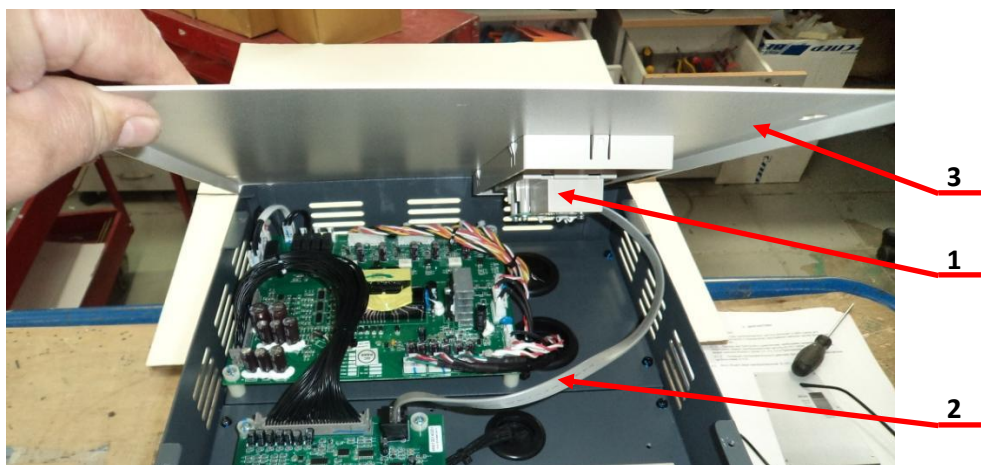

Рис.6.4
- 6.2.2. Приподнять большую верхнюю крышку поз.3, как показано на рис. 6.4. Отсоединить разъем RG45 патч-корда поз.2, от монтажной рамки поз.1 (рисунок 6.4). Положить верхнюю крышку в тару 3.1.16.